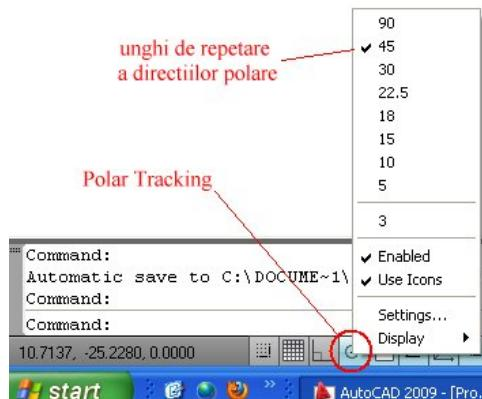

Figura 2.4.2
- specificarea lungimii liniei (coordonate polare reduse). Acest mod de lucru este o simplificare a operării în coordonate polare. Atunci când linia de desenat este pe o direcție polară este suficientă deplasarea mouse-ului pe direcția dorită și introducerea lungimii liniei. Pentru a putea lucra în acest mod trebuie să fie activ modul **Polar Tracking** din bara de stare și selectat intervalul unghiular de repetare al direcțiilor polare (figura 2.4.2).